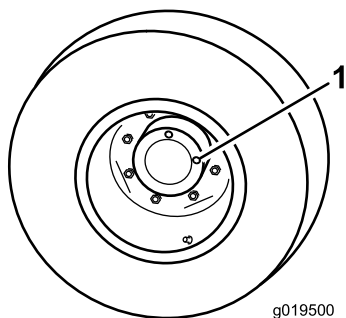

Figura 91
1. Con la máquina en una superficie nivelada, coloque la rueda con un tapón de verificación en la posición de las 12 y el otro en la posición de las 3 (Figura 91).
1. Tapón de verificación/drenaje (2)
2. Retire el tapón de la posición de las 3 (Figura 91).